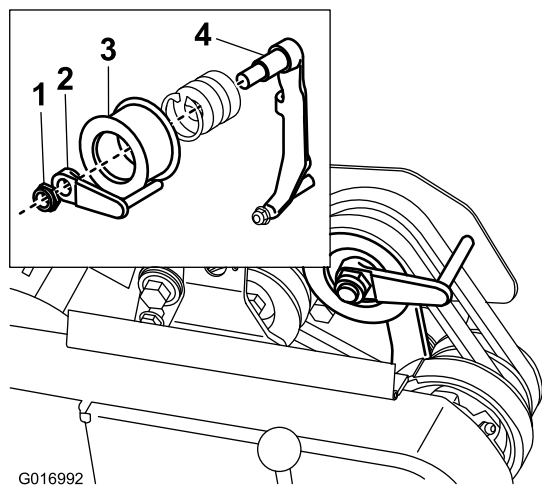

図 40
8. エンジンを使わずに楽に機体を押ししたり引いたりすることができるように、ベルトガイド図 40 挿入図を以下のように調整する